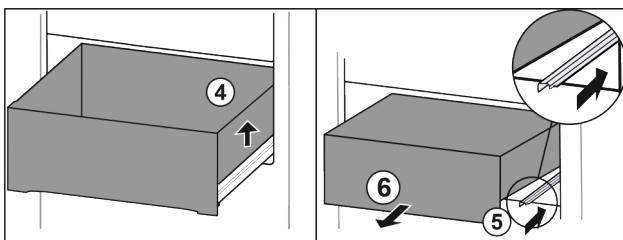

Fig. 75
- ▶ Повдигнете чекмеджето отляво. Fig. 75 (4)
- ▶ Вкарайте дясната релса. Fig. 75 (5)
- ▶ Извадете чекмеджето напред. Fig. 75 (6)